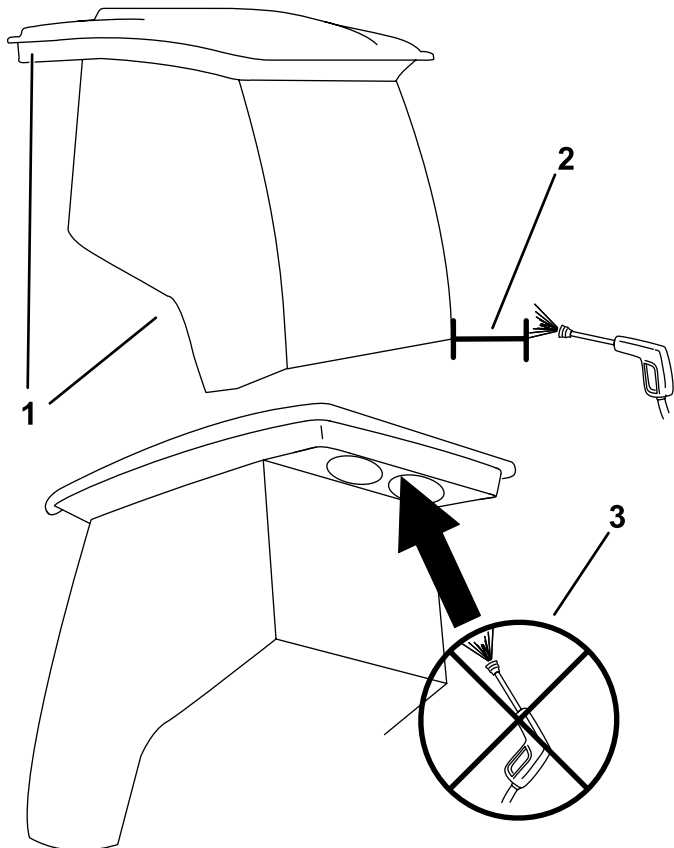

Figure 82
**Important:** Faites attention près des joints de la cabine (Figure 82). Si vous utilisez un nettoyeur haute pression, n'approchez pas le jet à moins de 60 cm de la machine. N'utilisez pas le jet haute pression directement sur les joints de la cabine ni sur l'avancée arrière.